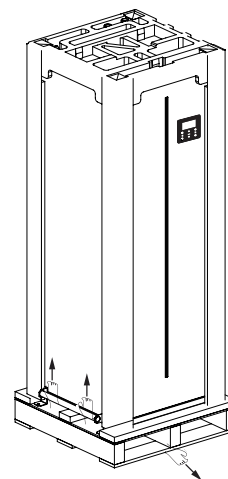

Fig.2-4
- Quattro persone tengono la macchina per il sollevamento della lamiera, una di loro tira la base di legno (cfr. Fig. 2-4).